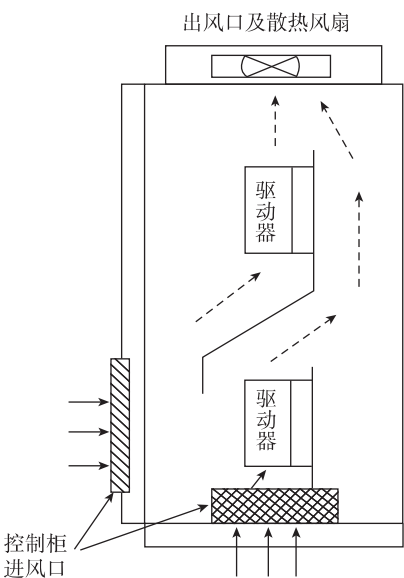

图 1-6 多台控制器的安装
- 控制柜内安装多台驱动器时，一般应采用并排安装方式，并配有进风口、出风口和专用散热风扇；如果采用上下安装方式时，驱动器之间还应加装导流隔板，以确保散热效果良好；如图1-6所示。